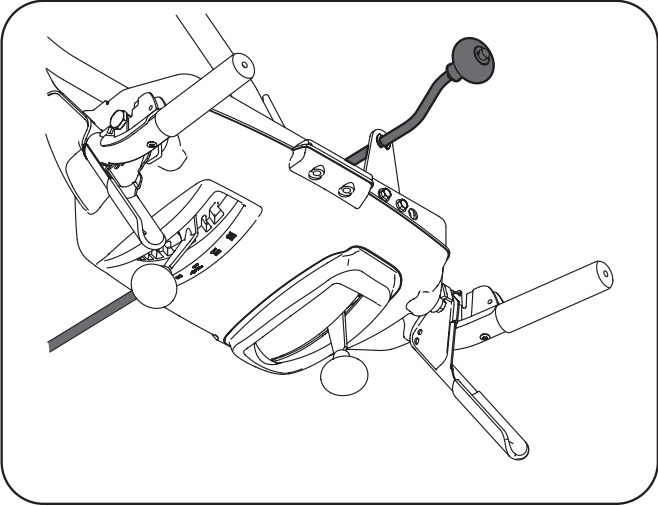

Figure 3-6
- Guidez la tige à travers le support situé sur l'arrière du tableau de bord. Voir la Figure 3-6.